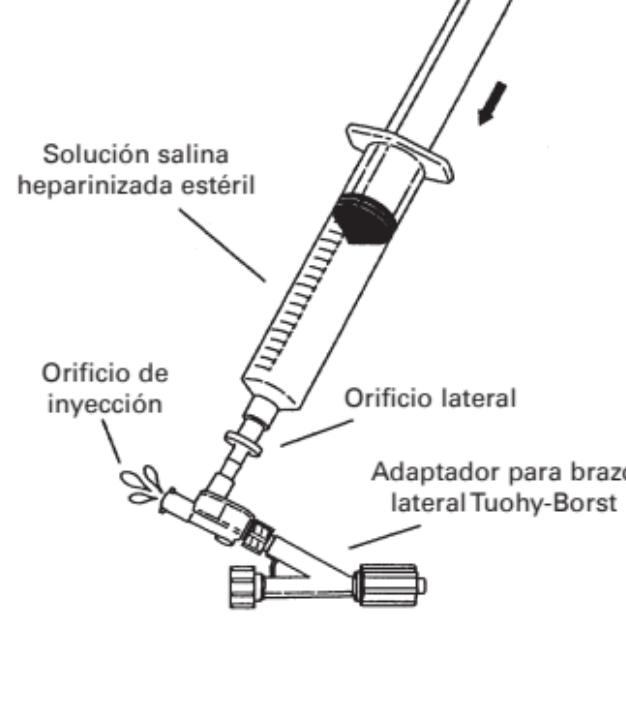

Fig. 2
4. Conecte la válvula de no retorno al adaptador transparente Tuohy-Borst. La válvula Tuohy-Borst debe estar totalmente cerrada. Conecte una jeringa con 20 ml de solución salina heparinizada al orificio lateral de la válvula de no retorno y purgue lentamente el aire del orificio de la inyección. (Fig. 2)